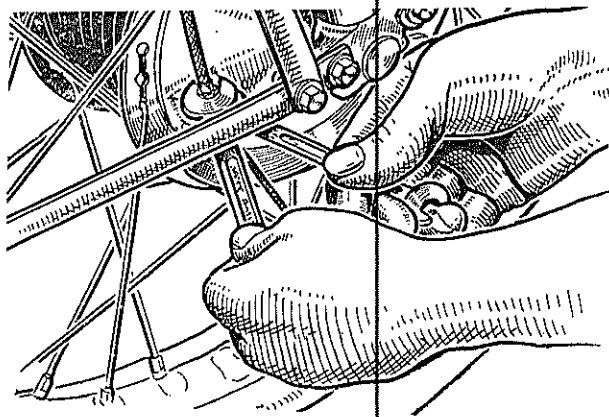
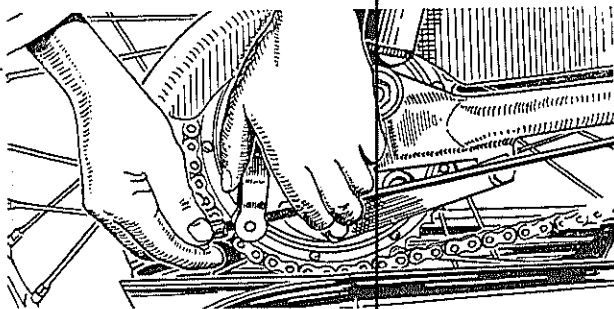

Fig. 17
Fig. 18
e) **REMMEN.** — De remmen moeten zodanig worden afgesteld, dat de werking voldoende is, waarbij men zorg moet dragen, dat zij in de ruststand op geen enkele wijze aanlopen. De afstelling van de voorrem geschiedt met behulp van de schroef op de flens van de remtrommel (Fig. 17). Voor de achterrem moet men de moer verstellen, die zich bevindt aan het uiteinde van de remstang (Fig. 18).